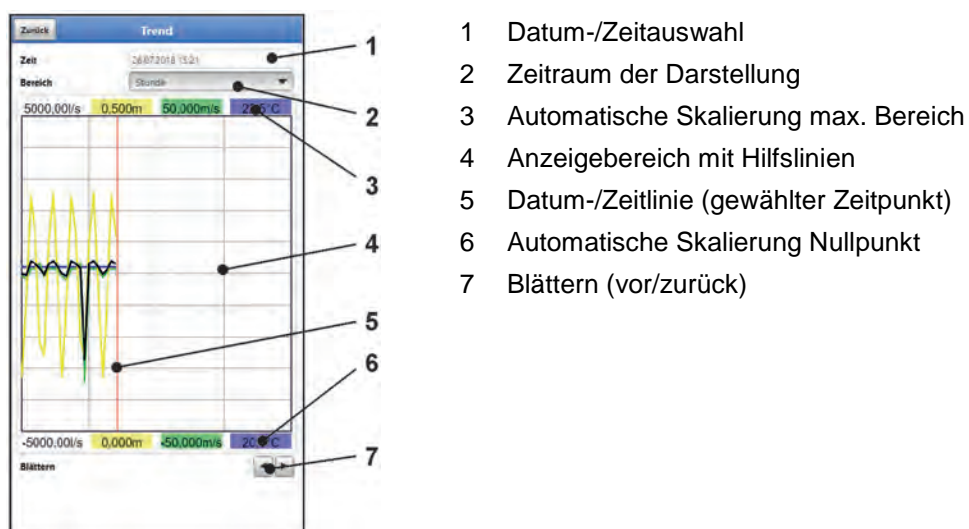
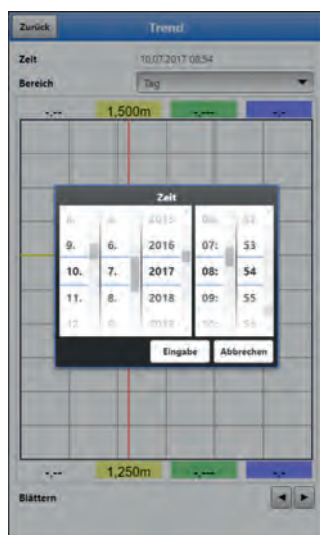

Abb. 40-2 Darstellung Trendanzeige
Abb. 40-3 Auswahl Datum/Zeit
1. Gewünschten Bereich (Zeitraum der Darstellung; Abb. 40-2 Pos. 2) auswählen. Der ausgewählte Bereich wird dargestellt. Während der Darstellung erfolgt keine automatische Aktualisierung der Messdaten.
2. Bei Bedarf mit den Pfeilen (Abb. 40-2 Pos. 7) vor- und zurückblättern bei gleicher Grundeinstellung der Darstellung.
Beim Öffnen des Trend-Menüs werden das aktuelle Datum und die aktuelle Uhrzeit angezeigt. Wenn historische Messdaten bzw. ein spezieller Zeitpunkt angezeigt werden sollen, kann das über die Datum-/Zeitauswahl (Abb. 40-2 Pos. 1) eingestellt werden. Hier öffnet sich die nachfolgend abgebildete Auswahlmaske (Abb. 40-3). Wenn ein Startdatum gewählt ist, werden (abhängig vom eingestellten Bereich) die Messdaten im darunterliegenden Anzeigebereich dargestellt.